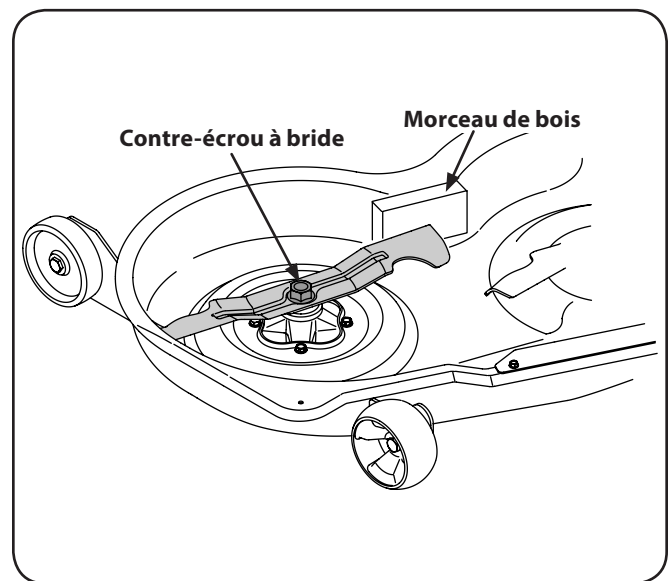

Figure 7-5
- Placez un morceau de bois entre le boîtier du plateau de coupe et la lame de coupe afin d'empêcher tout mouvement. Voir Figure 7-5.
- Retirez le contre-écrou à bride qui fixe la lame à la fusée assemblée. Voir Figure 7-5.